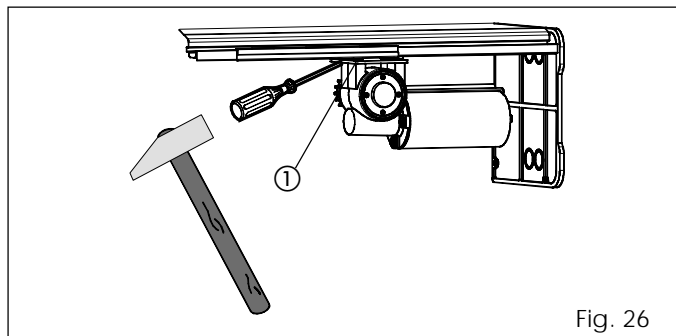

Fig. 26
- De vier bevestigingsschroeven (fig. 26 ref. ①) van de tweede motor een beetje losdraaien.
- De motor eruit duwen met behulp van een hamer zoals geïllustreerd is op de fig. 26.